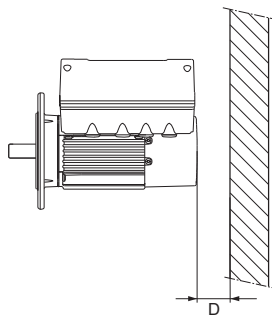

Рис. 3 Требуемое пространство для охлаждение двигателя
- не менее 50 мм (см. рис. 3, размер «D») сзади (со стороны вентилятора) для беспрепятственного охлаждения двигателя